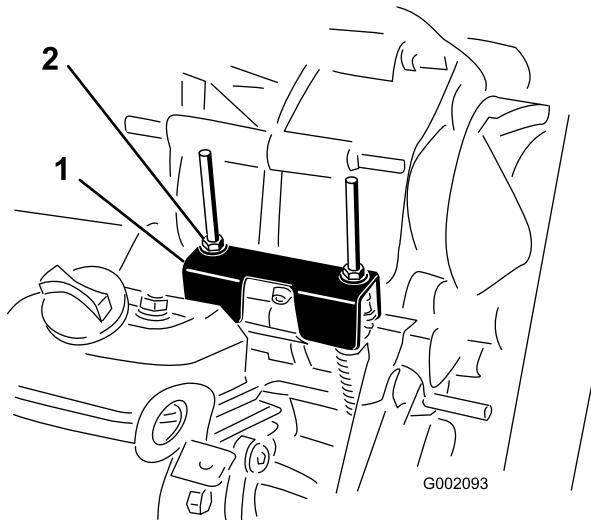

Figura 35
Sempre que for necessário efectuar operações de manutenção programada e/ou diagnósticos do motor, deverá colocar a alavanca de mudanças na posição de ponto morto (Figura 35). A alavanca de mudanças do veículo possui uma posição de ponto morto que controla a posição neutra do eixo transversal. Deverá executar as seguintes operações para se certificar de que a alavanca de mudanças controla a posição neutra do eixo transversal de forma correcta:
2. Certifique-se de que o suporte neutro está na posição neutra (nível do suporte do cabo ao capot situado por baixo do suporte das mudanças), rodando a embraiagem (Figura 35). O veículo não deve andar, nem para a frente, nem para trás. Se isso acontecer, coloque manualmente a embraiagem na posição neutra.
3. Aperte uma das porcas de bloqueio (Figura 35) para atingir uma folga de 0,75 - 1,5 mm.